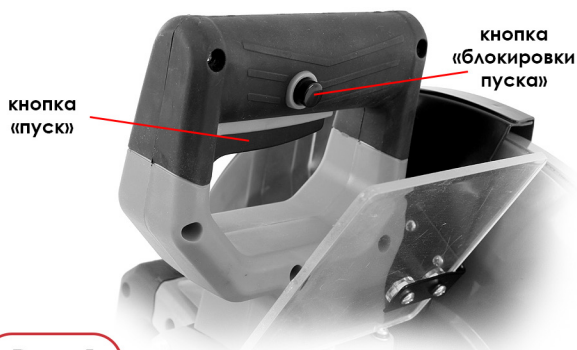

Рис.1
3. Чтобы остановить инструмент, отпустите пусковую клавишу (Рис. 1).